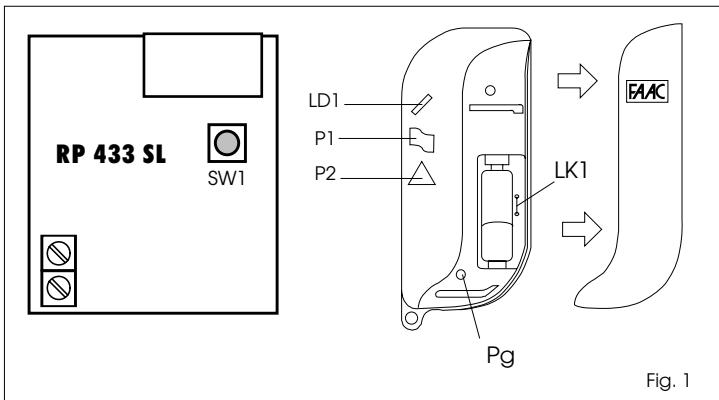

Fig. 1
- Ouvrir le boîtier de l'émetteur en faisant glisser le couvercle vers l'extérieur comme indiqué Fig.1, afin d'accéder au poussoir de génération du code (Pg).